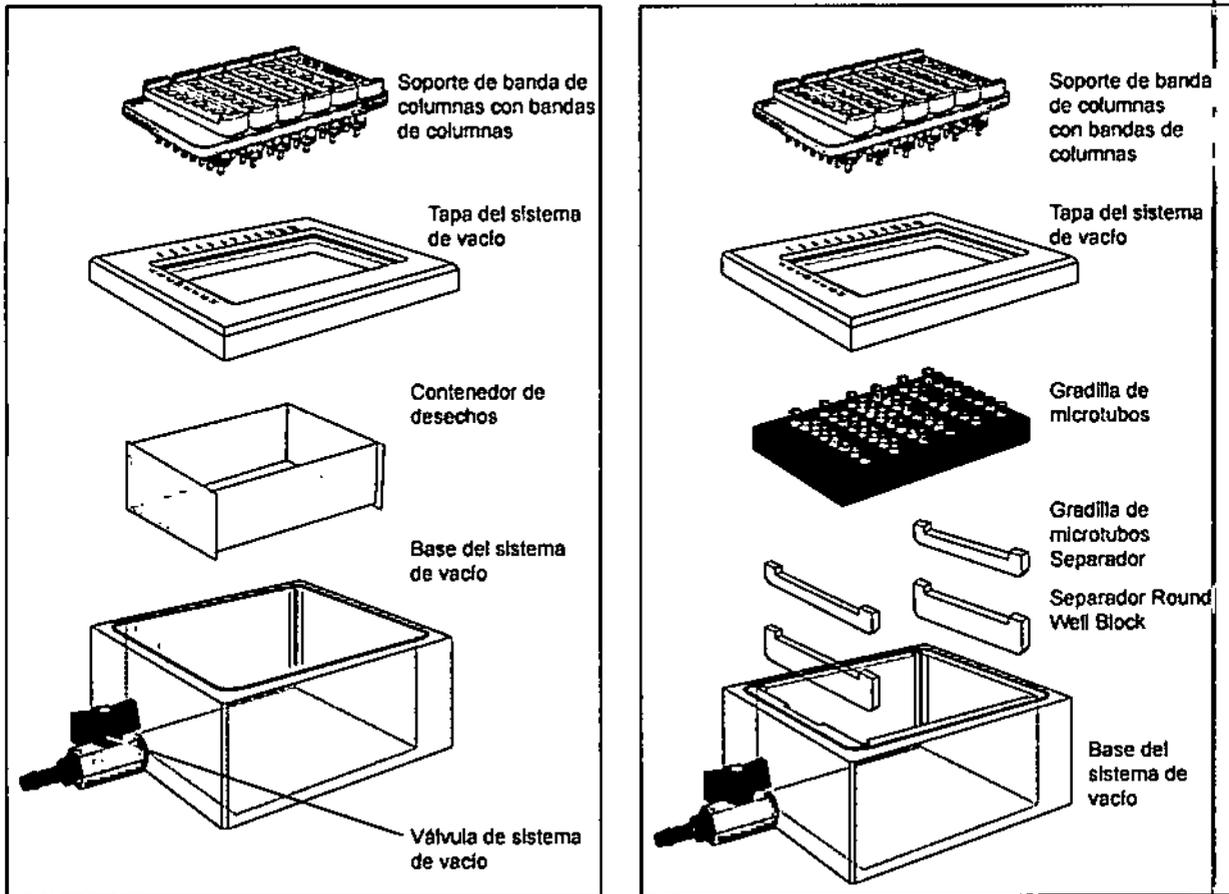

Figura 4: a) Preparación para el lavado y la unión del ADN b) Preparación para la elución del ADN
- Coloque la base del sistema de vacío sobre una superficie firme. El sistema de vacío debe prepararse tal como se muestra en la figura 4 a+b.